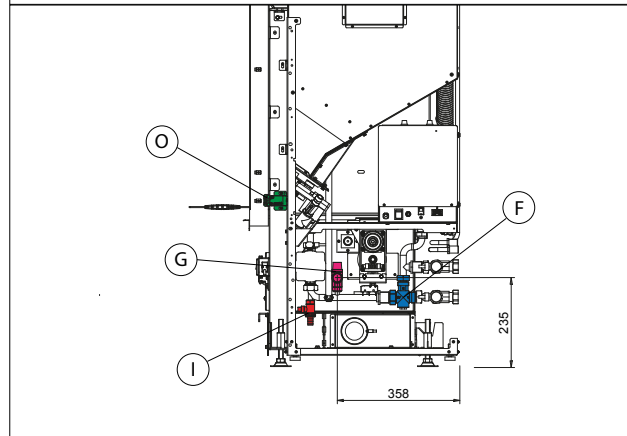

fig. 5.9
5.9.1 Description du circuit hydraulique (fig. 5.9)
5.9.2 Raccordements hydrauliques (fig. 5.9)
- Brancher le circuit hydraulique de l'aqueduc au tuyau de sécurité (B).
- Préparer un tuyau d'évacuation perdu, de diamètre conforme, auquel brancher l'évacuation de la soupape de sûreté (G) et le tuyau d'évacuation du dissipateur de sécurité (C).